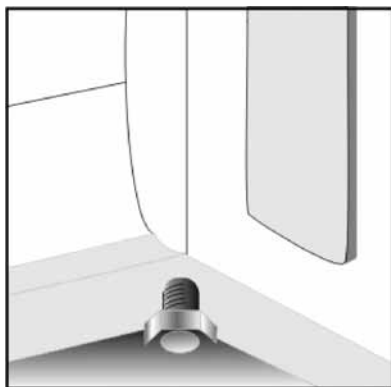

Figure 10
*Réglage des pieds: Il est important de procéder au réglage des pieds pour que la cuisinière soit de niveau. Mettez en place la cuisinière, positionnez un niveau sur la cuisinière et régler au moyen de pieds sous la cuisinière (Figure 10)*